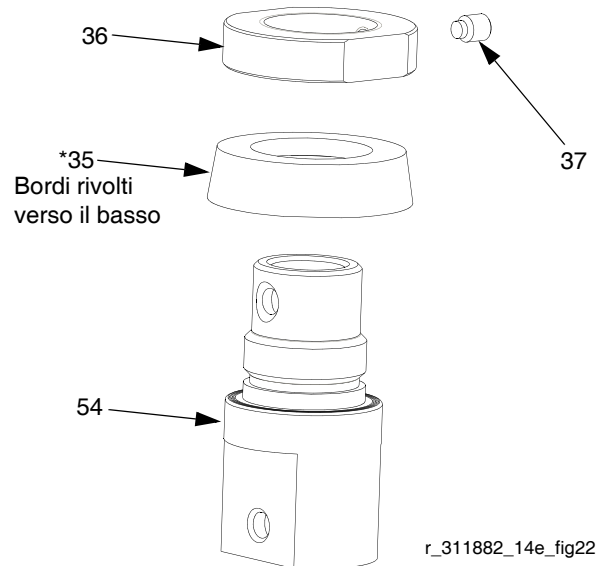

FIG. 22
10. Allentare la vite di fissaggio (37) dal collare (36). Rimuovere il collare dall'alloggiamento del pistone (54). Rimuovere la fascia a U (35*). Ispezionare tutte le parti per rilevare eventuali danni. Vedere FIG. 22.